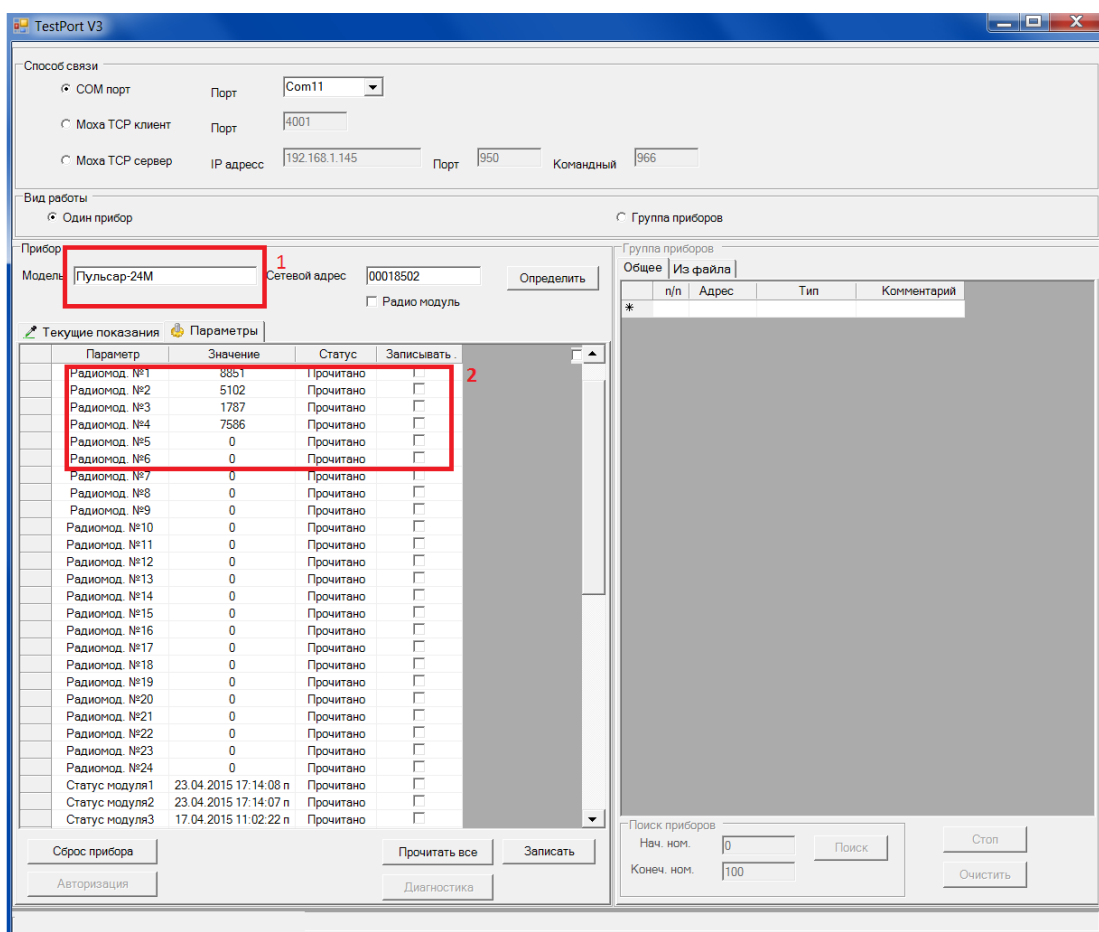

Рис.2 Определение типа прибора
6. Если адрес правильный, то программа определит тип прибора и будет готова к считыванию данных (рис.2 пункт 1).
7. Для считывания данных с счетчиков, необходимо указать их сетевые адреса. Для этого перейдите на вкладку Параметры. Нажмите «Прочитать все». В окне появятся строки для привязки счетчиков. В каждой строке (в поле значение) необходимо ввести адрес счетчика (рис.2 пункт 2). Установить указатель для записи и нажать кнопку «Записать». После этого этажный модуль начнет считывать данные со счетчиков с интервалом 3-4 минуты.